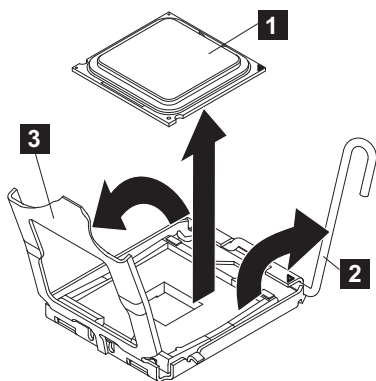

Figura 194. Abrindo o quadro de suporte do microprocessador do SAN Volume Controller 2145-DH8
1. Para abrir o soquete em preparação para a inserção do microprocessador, pressione para baixo e para fora a alavanca de liberação (**2** na Figura 194 na página 243) como você fez para remover o microprocessador e erga a alavanca de liberação do microprocessador até que ela pare na posição totalmente aberta.